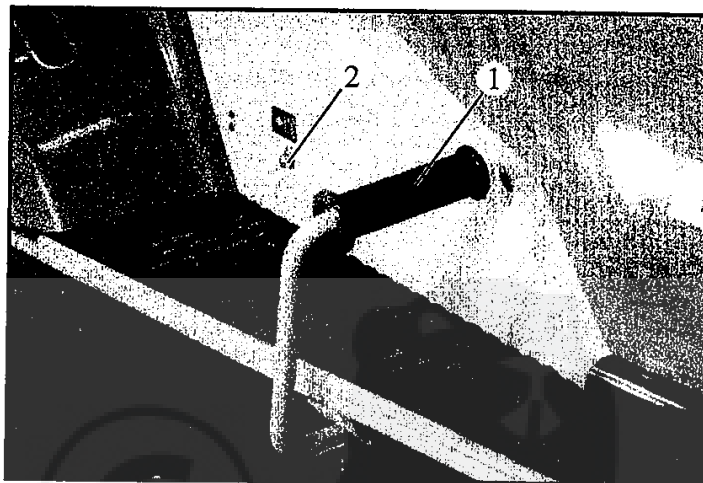

Fig. 10
- appuyer sur la pédale d'embrayage et de frein (1, fig. 10) jusqu'à la position freinée et enclencher le frein de stationnement au moyen du levier (2, fig. 10). Une fois le frein de stationnement enclenché, débloquer la pédale